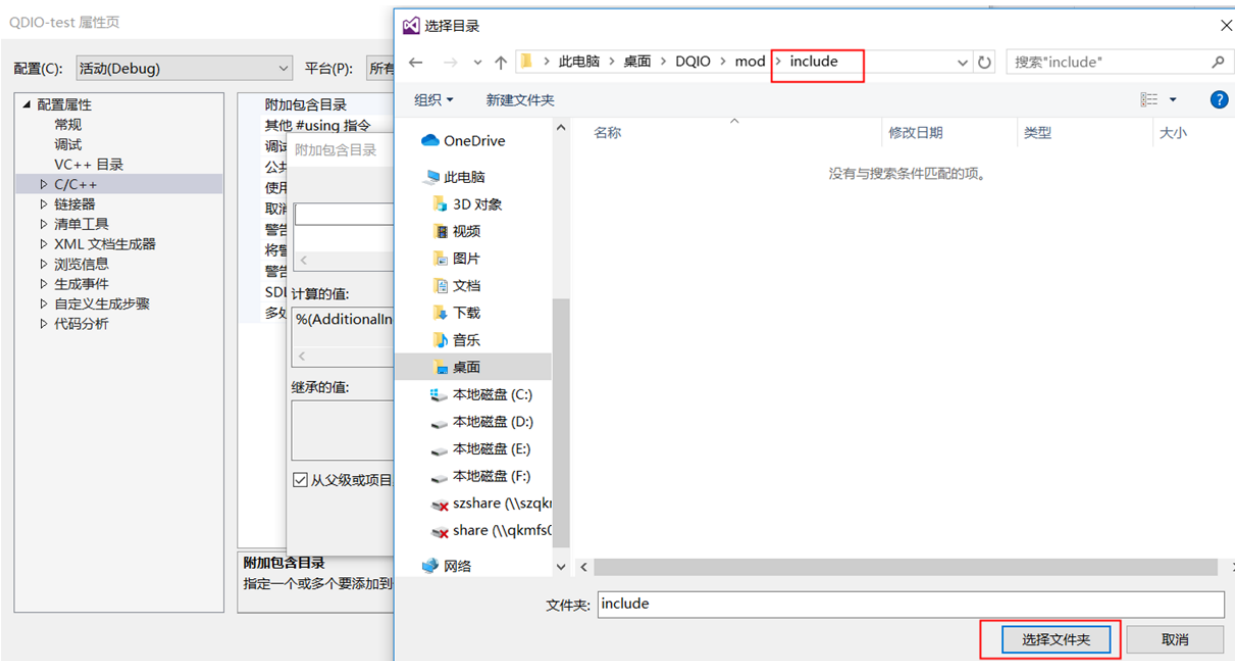

图 4-22 选择包含文件路径
1. 在属性页中, 点击<C/C++目录>→<常规>→<附加包含目录>, 然后点击向下箭头→<编辑>, 选择附加包含文件路径→<确定>, 如图 4-22 所示。